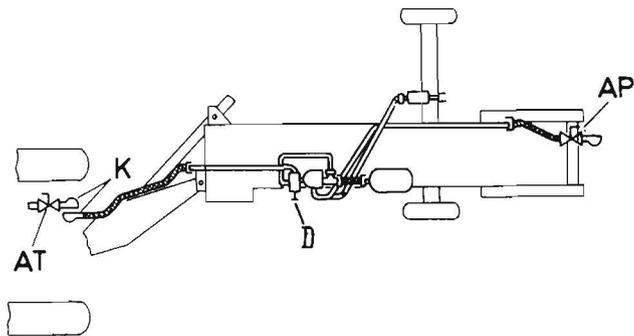

Bild 16
- Anschluß der Bremsanlage an den Traktor (Bild 16 – Bremsanlage mit Anhängerbremsleitung)
Zuerst ist festzustellen, ob der Absperrhahn am Traktor bzw. an der Hochdruckpresse geschlossen ist. Nach Öffnen der Staubdeckel der Kupplungsköpfe können beide gekuppelt werden. Der Stift des Kupplungskopfes an der Hochdruckpresse greift dabei in das Ventil des Kupplungskopfes am Traktor. Der Absperrhahn am Traktor ist zu öffnen (Bild 16). Die Bremsanlage ist einsatzbereit. Nach dem Ankuppeln der Hochdruckpresse an den Traktor ist die Handspindelfeststellbremse zu lösen.
Es dürfen nur Anhänger benutzt werden, die eine eigene pneumatische Bremsanlage besitzen. Die Kopplung der Bremsanlage erfolgt sinngemäß wie zwischen Traktor und Hochdruckpresse (siehe Bild 16 und dazugehörigen Text).